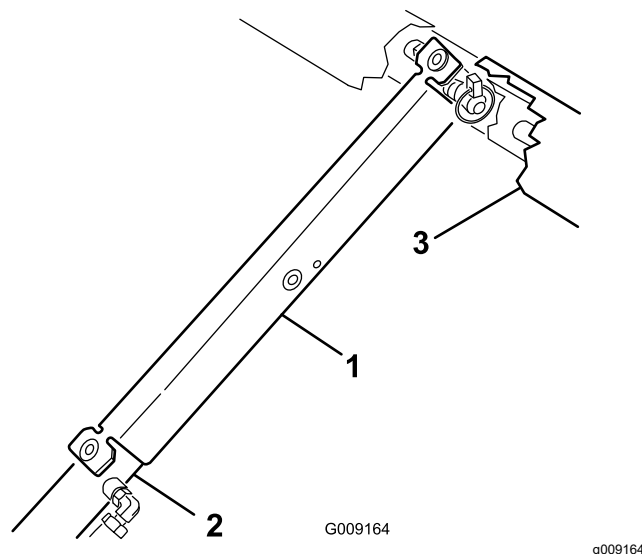

Figura 32
3. Empuje el soporte de la plataforma sobre la varilla del cilindro, asegurándose de que los extremos del soporte descansan sobre el extremo del cilindro y sobre la rótula de la varilla del cilindro (Figura 32).